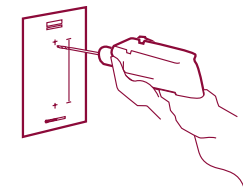

Fig. 4
- Bringen Sie die Klebführung an der Wand an und bringen Sie mit einem Bohrergerät, Bohrer-Durchm. 5 mm, an den auf der Klebführung gekennzeichneten Punkten Bohrlöcher in die Wand. (fig. 4)